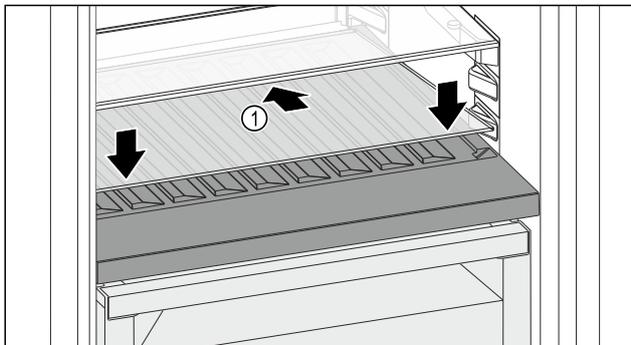

Fig. 118
- ▶ Coloque la placa de vidrio Fig. 118 (1) en ángulo e inclinada hacia atrás y hacia abajo.
- ▶ Levante la placa de vidrio Fig. 118 (1) por la parte delantera.